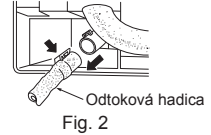

Fig. 2
- Vytiahnite odtokovú hadicu na ľavej zadnej strane interiérovej jednotky. (Fig. 2)